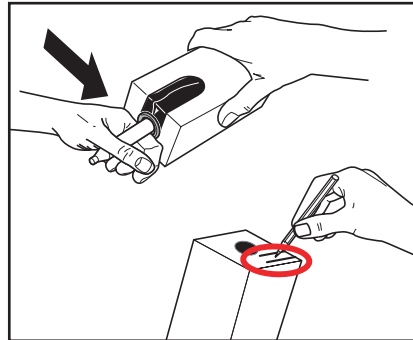

Fig. 19
4. Fjern plastomslaget, og skriv "udløbsdatoen" på produktpakken (fig. 19).
5. Følg anvisningerne på produktpakken for at åbne doseringsenheden (fig. 19).